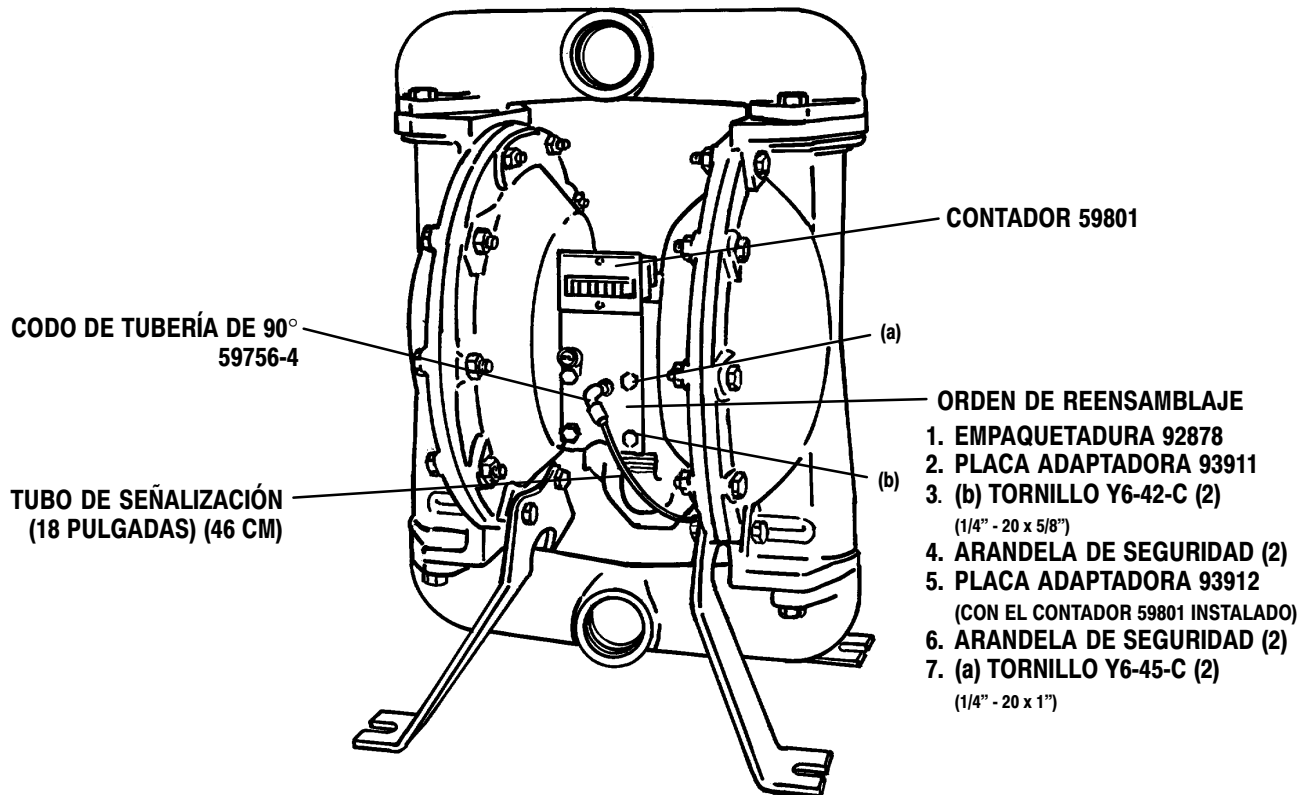

FIGURA 2
Se incluyen dos ménsulas de soporte para el contador y, dependiendo de la aplicación, se puede utilizar cualquiera de ellas. La figura 1 muestra al contador como prolongación de la bomba (así se ajustará a la mayoría de las aplicaciones). La figura 2 muestra la posición incorporada del contador, misma que puede utilizarse en las bombas metálicas y no metálicas de 1-1/2" y 2" solamente.
BOMBAS DE DIAFRAGMA METÁLICO Y NO METÁLICO DE 1-1/2”, 2” Y NO METÁLICO DE 1” (VER LA FIGURA 2)
4. Instale la placa adaptadora 93911 con las roscas ahusadas de 1/4 NPT, utilizando la ubicación del tornillo (b), tal como se muestra en la figura 2, afiance la placa en los dos orificios para tornillo con dos de los tornillos Y6-42-C y dos de las arandelas de seguridad utilizadas previamente.
Los pasos que aparecen a continuación se refieren a la instalación incorporada, según se muestra en la figura 2.
6. Instale la ensambladura del contador y la placa adaptadora, utilizando la ubicación del tornillo (a), tal como se muestra en la figura 2, utilice los nuevos tornillos Y6-45-C y las dos arandelas de seguridad restantes.